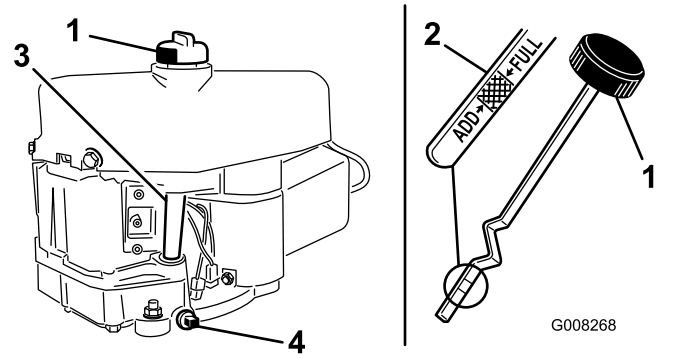

Bild 25
7. Reinigen Sie den Bereich um den Ölpeilstab (Bild 25), damit kein Schmutz in den Einfüllstutzen gelangen und den Motor beschädigen kann.
8. Schrauben Sie den Ölpeilstab los und wischen Sie das Metallende ab (Bild 25).
9. Schrauben Sie den Ölpeilstab vollständig in den Einfüllstutzen (Bild 25).
9. Nehmen Sie die Ölablassschraube ab, damit das Öl ablaufen kann (Bild 25).
11. Reinigen Sie den Bereich um den Ölpeilstab und drehen den Verschlussdeckel ab (Bild 25).
12. Gießen Sie ca. 80 % der angegebenen Ölmenge langsam in den Einfüllstutzen (Bild 25).